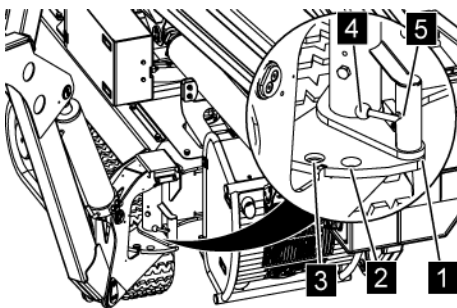

Abb. 94: Arbeitsstellung wählen
3. → Die Stütze so weit schwenken, bis sich der Arretierbolzen über der Bohrung zur breiten (Abb. 94/1) oder schmalen (Abb. 94/2) Arbeitsposition befindet.
4. → Den Arretierbolzen an der Griffstange (Abb. 94/4) entlang der Kulissee (Abb. 94/5) nach unten drücken. Sicherstellen, dass der Arretierbolzen vollständig eingedrückt ist.
Bohrung (Abb. 94/3) = Transportstellung